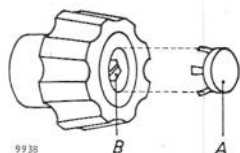

Fig. 30. Verwijderen van de knoppen
B. VERWIJDEREN VAN DE KNOPPEN (zie fig. 30).